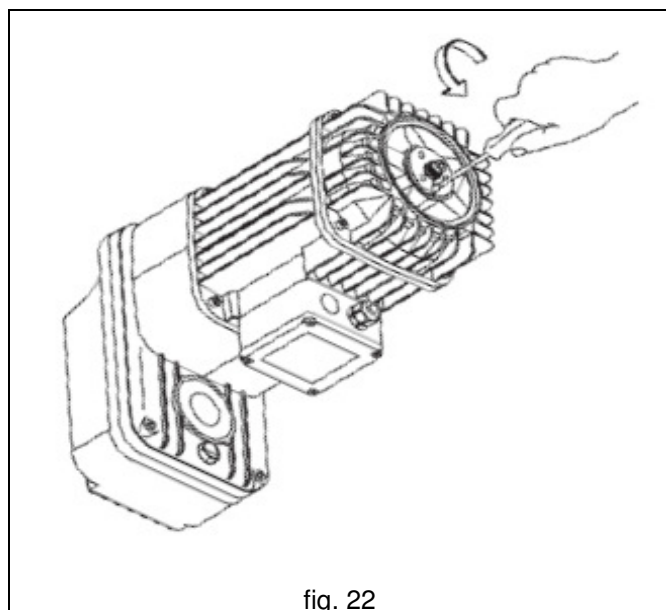

fig. 22
3. Quitar la tuerca de la zapata desbloqueándola, si es necesario, utilizando un destornillador en la hendidura (fig. 22);